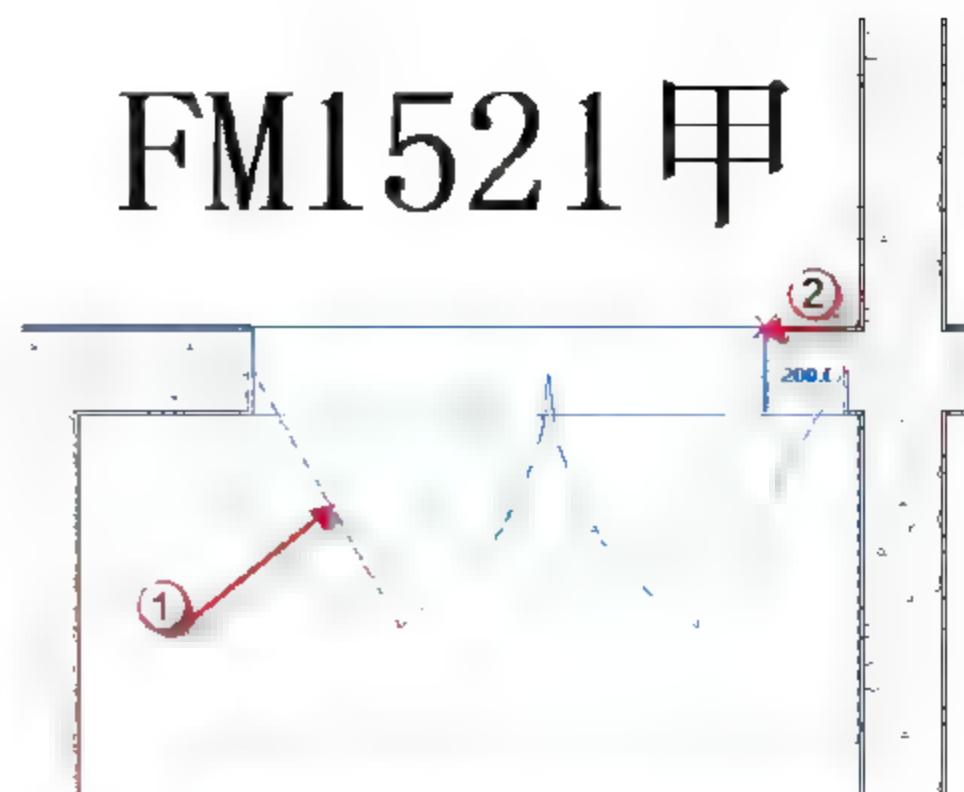

图 9.3.35 移动“FM1521 甲”
(27) 移动“FM1521 甲”族。选择已经插入的门族, 按快捷键 M+V, 移动“FM1521 甲”, 如图 9.3.35 所示。